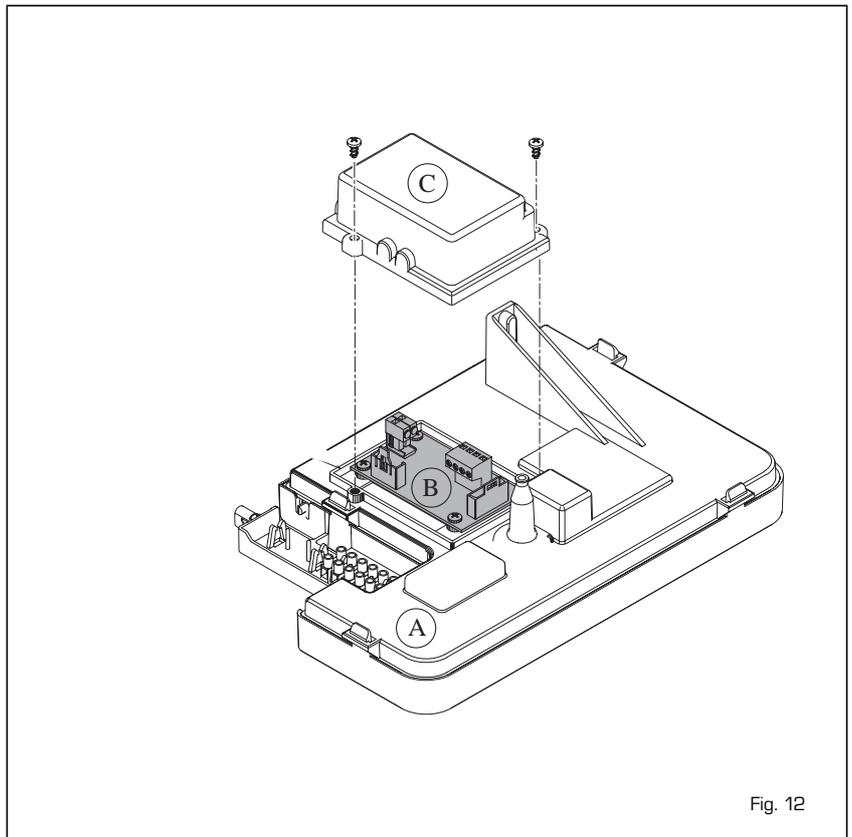

Fig. 12
2.11.1 Collegamento comando remoto CR 83 fornito con la caldaia (fig. 12)
Per accedere allo schedino espansione (EXP) posto sul retro del pannello comandi vedere la fig. 12.